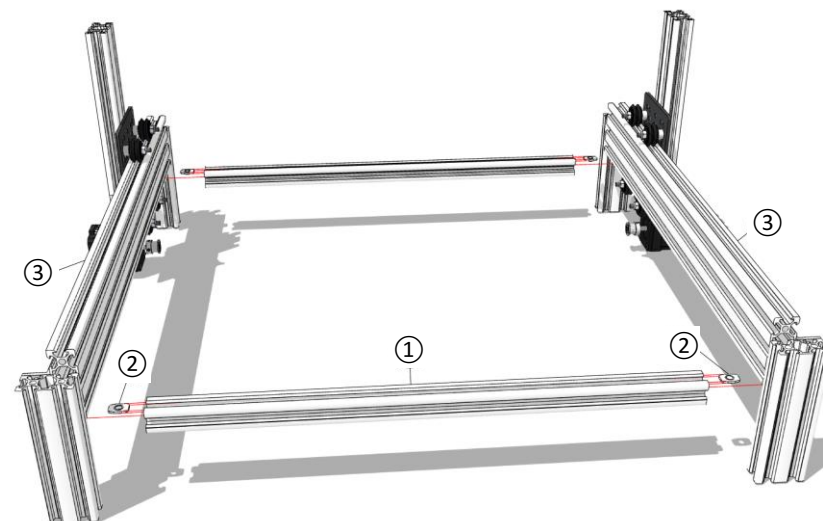

Fig. 30
Con la Fig. 30 tenemos una vista diferente del ensamble. Es muy importante seguir el proceso de armado correctamente. Se debe comprobar que las esquinas y juntas se encuentren a 90° con ayuda de una escuadra. Los motores a pasos de las partes ③ deben quedar viendo el uno al otro hacia el interior de la máquina. Las tuercas-T ② se utilizan para montar la tabla de la mesa a la estructura.
With Fig. 30 we have a different view of the assembly. It is very important to follow the process of the assembly properly. You should check that the corners and joints are 90° with the use of a carpenter's or speed square. The stepper motors of parts ③ must face away of each other, pointing outwards of the machine. The T-nuts ② are used to mount the table plate on the structure.